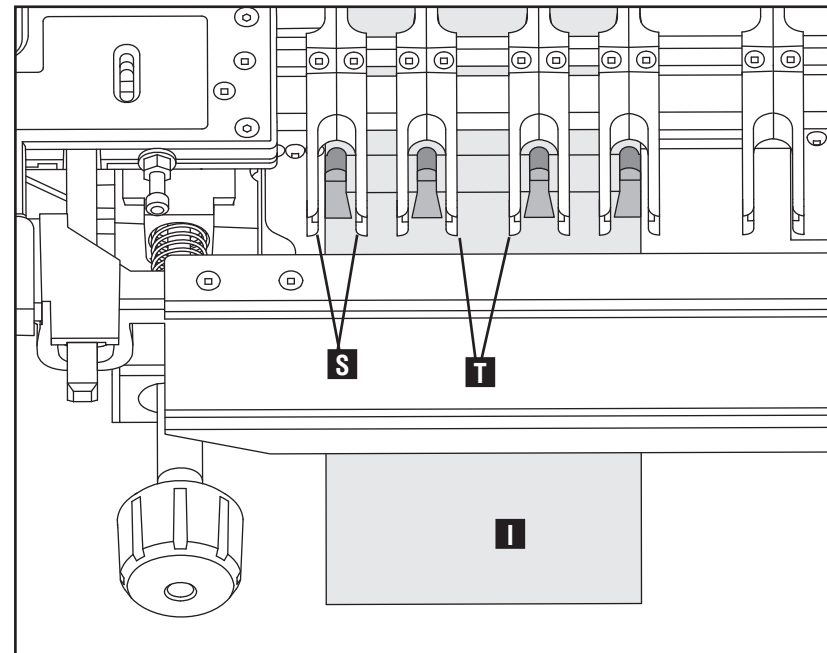

Fig. D10
15. Realice el corte. Asegúrese de cortar sólo en el área entre los bordes redondeados (S) Fig. D10, no entre los bordes cuadrados (T). Realice pequeñas pasadas, de izquierda a derecha dentro de los encastres.
16. Retire la tabla con cola (I).